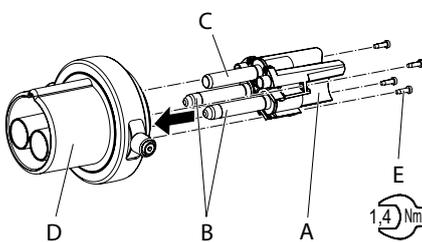

Abb. 45:
1. Kontaktthaltung (A) mit Kontakten (B und C) in den Kontakteinsatz (D) einschieben (**Abb. 45**).
2. Kontaktthaltung (A) mit 4 Montageschrauben (E) mit dem Kontakteinsatz (D) verschrauben (**Abb. 45**).